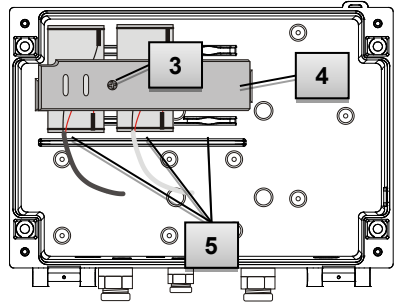

Abb. 23
8. Platzieren Sie die neuen Batterien im Bodenteil an den vorgesehenen Stellen (Abb. 23, Pos. 5).